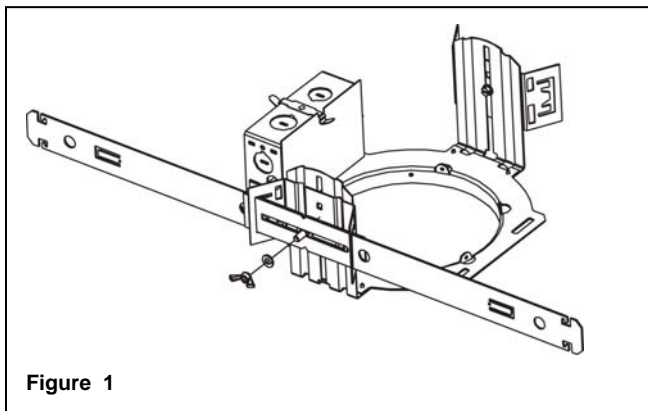

Figure 1
- 1.) Place (2) short hanger bars together so that the formed tabs slip into the slots to form one long rigid hanger bar. Aligning the "V" cutouts in the hanger bar will set the spacing for a 24" ceiling. (See Figure 1.)
- 2.) Assemble the hanger bars into the adjustable mounting brackets by sliding the mated long rigid hanger bar through the tall vertical leg of the C-shaped cutout in the bracket and secure with the supplied hardware, the wing nut facing away from the fixture for adjustment. (See figure 1.)
- 3.) Adjust the hanger bars as needed and tighten the wing nuts to secure the spacing. (See Figure 1.)
- 1.) Rassembler les deux supports courts (2) de manière à ce que les languettes prévues se glissent dans les rainures et forment un seul support rigide plus long. Aligner les découpes en « V » du support pour régler l'espacement à une structure de plafond de 24 po. (Voir la Fig. 1)
- 2.) Assembler les supports dans les ferrures de montages ajustables en glissant le support rigide allongé à travers la longue patte verticale de la découpe en « C » de la ferrure et fixer à l'aide de la quincaillerie fournie, l'écrou à oreilles ajusté dos à l'appareil. (Voir la Fig. 1)
- 3.) Ajuster les supports, puis serrer les écrous à oreilles afin de bloquer le réglage de l'espacement. (Voir la Fig. 1)